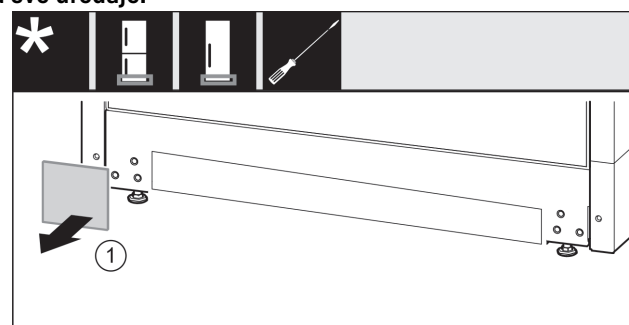

Fig. 13
- ▶ Skinite pokrov. Fig. 13 (1)